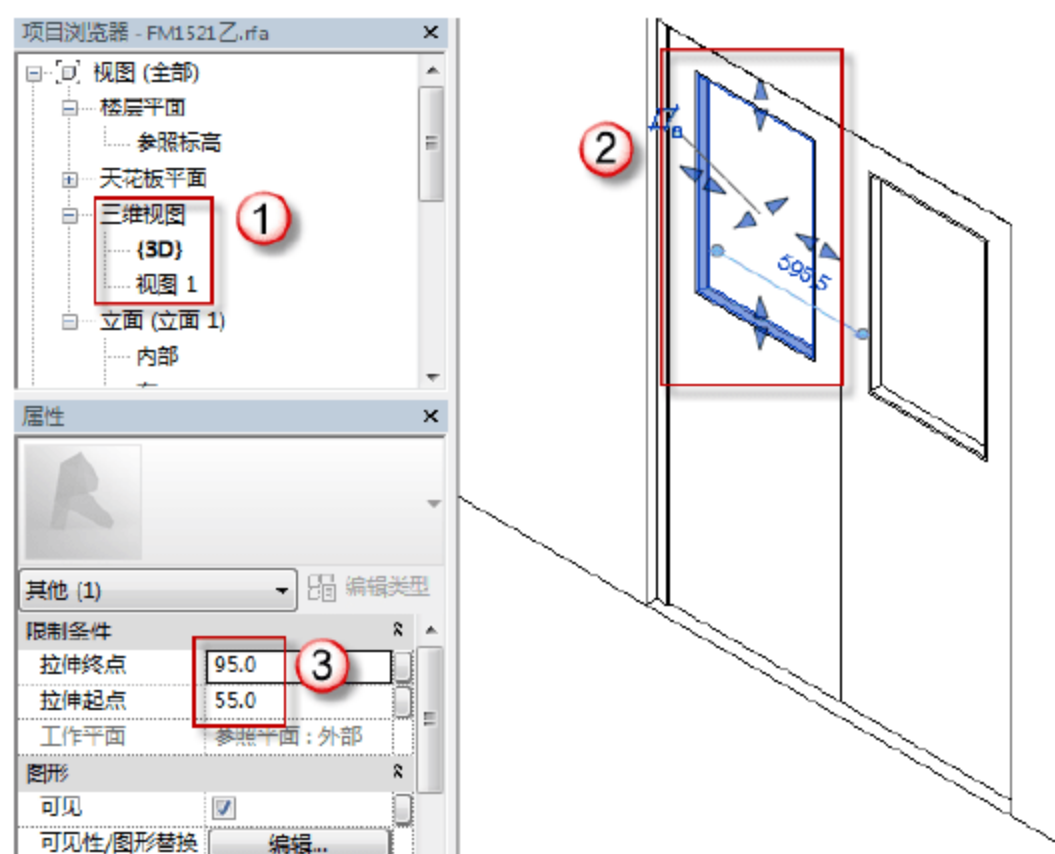

图 6.2.59 FM1521 乙中部窗窗框的位置及厚度
(19) 修改 FM1521 乙中部窗窗框的位置及厚度。选择“项目浏览器”中的“立面（立面 1）”→“{3D}”选项，可以进入 FM1521 乙中部窗窗框的 3D 视图，选择绘制好的窗框，打开“属性”面板，在“拉伸终点”中输入“95”字样，在“拉伸起点”中输入“55”字样，如图 6.2.59 所示。